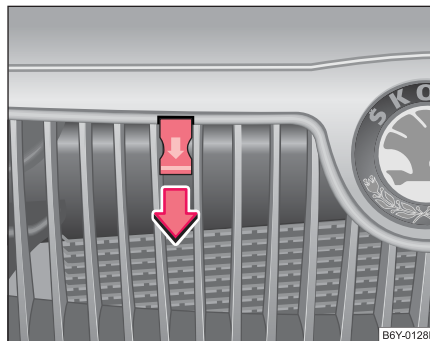

Fig. 124 Calandre: Tirette
- Actionnez la tirette ⇒ page 176, fig. 124, le capot-moteur est alors complètement déverrouillé.